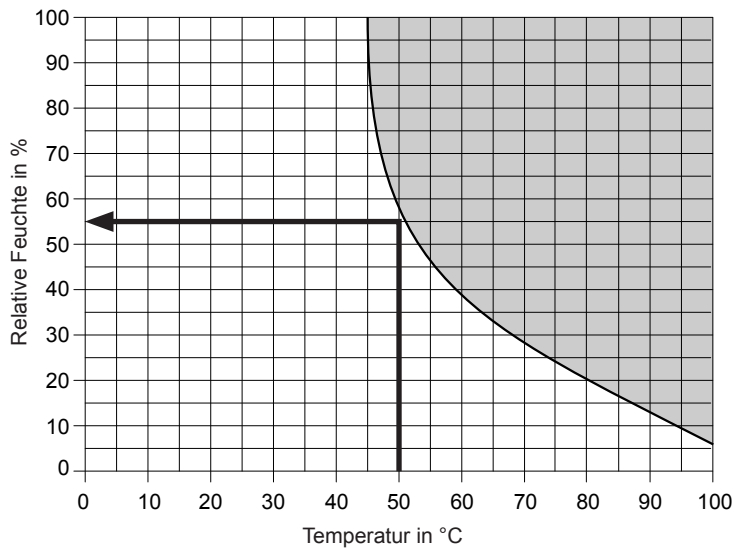
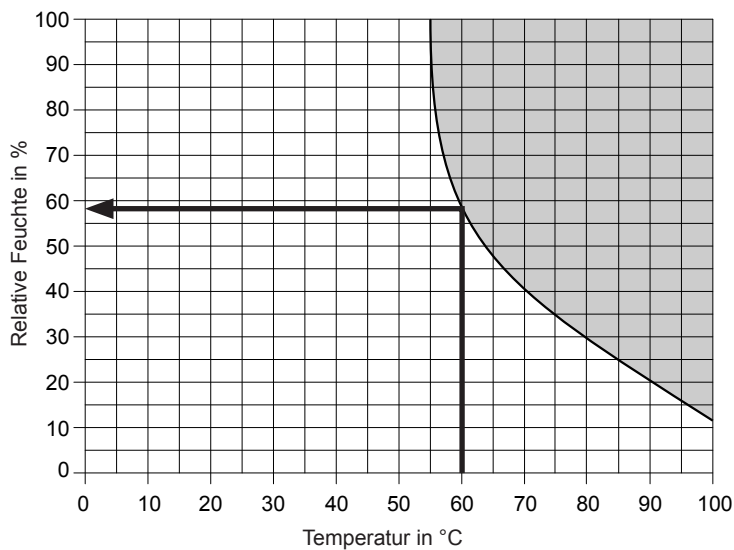

Abb. 3: Enthalpiekurve "Standard", sachgemässen Gebrauch gemäss EN60335-2
Abb. 4: Enthalpiekurve "Tolerant", unsachgemässen Gebrauch
1) Für den Temperatur-Feuchte Betrieb einer Bio Sauna können nur Temperatur- und Feuchtesollwerte links und unterhalb der gewählten Enthalpiekurve ("**Standard**" (Werkseinstellung, sachgemässer Gebrauch gemäss EN60335-2) oder "**Tolerant**" (unsachgemässer Gebrauch)) eingestellt werden (siehe Abb. 3 und Abb. 4). Bei Veränderung des Feuchtesollwerts oder des Temperatursollwerts wird der jeweils andere Sollwert entsprechend der gewählten Enthalpiekurve automatisch auf den maximalen Wert eingestellt.